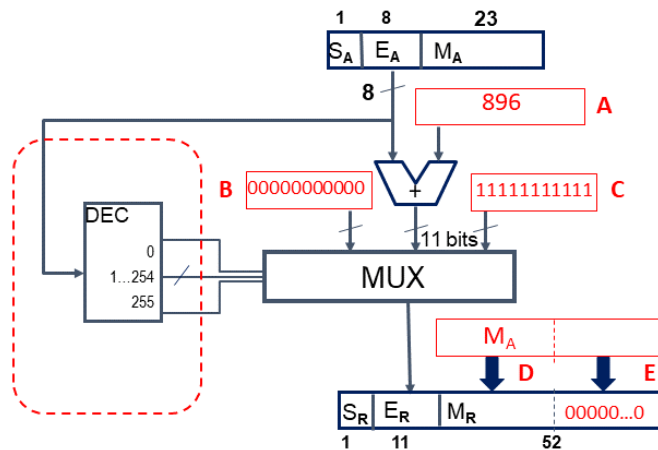

Figura 4
6. (1 punto) La Figura 4 se corresponde con el esquema de bloques de un circuito para soporte de la instrucción de coma flotante cvt.d.s fd, fs. Inserta en los huecos A, B, C, D y E los valores que faltan y justifícalos.